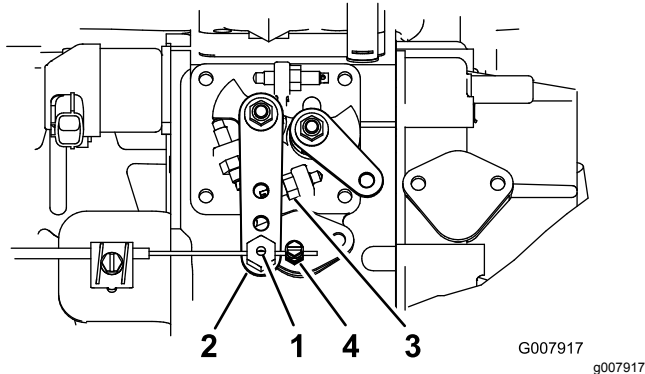

Bild 52
2. Lockern Sie den Anschluss des Bowdenzugs neben dem Hebel der Einspritzpumpe (Bild 52).
3. Halten Sie den Hebelarm der Einspritzpumpe gegen den Anschlag für den hohen Leerlauf (Bild 52).